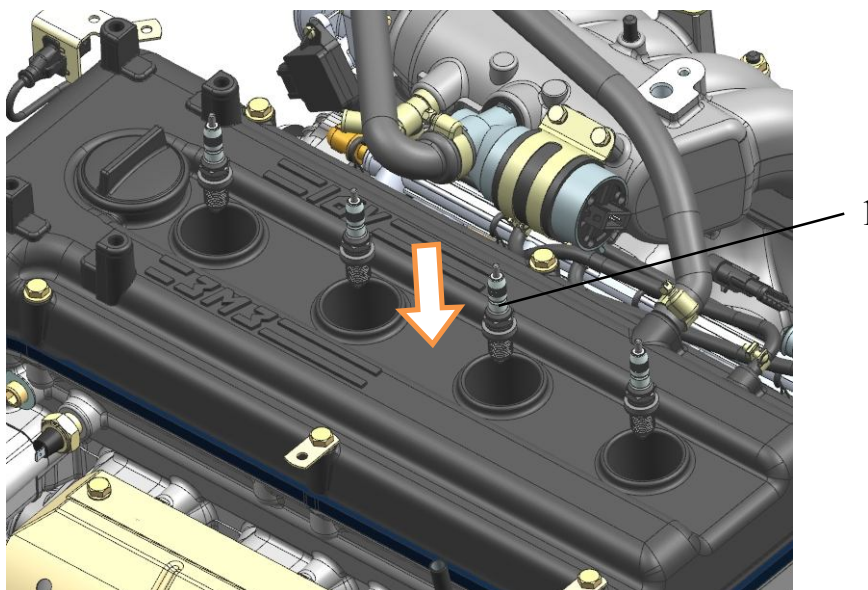

Рис.216. Установка свечей зажигания:
**14.** Завернуть свечи зажигания 1 (рис.216) в головку цилиндров. Свечи должны устанавливаться легким вращением ключа и затем затягиваться моментом 20,0...30,0 Н·м (2,1...3,1 кгс·м).